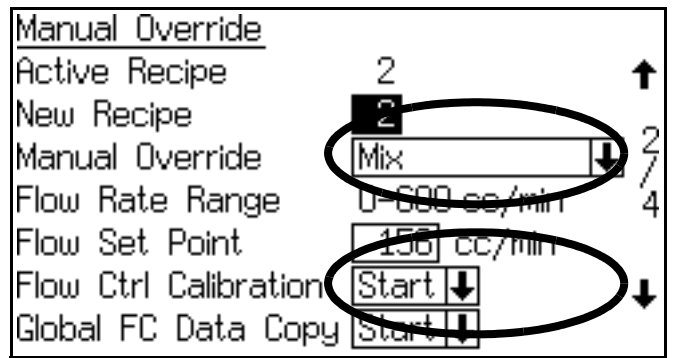

ABB. 97. Bildschirm zur manuellen Übersteuerung
4. Rufen Sie den **Bildschirm zur manuellen Übersteuerung** auf (siehe ABB. 97). Setzen Sie die manuelle Übersteuerung auf Mischen und die Kalibrierung der Durchflusssteuerung auf Start.